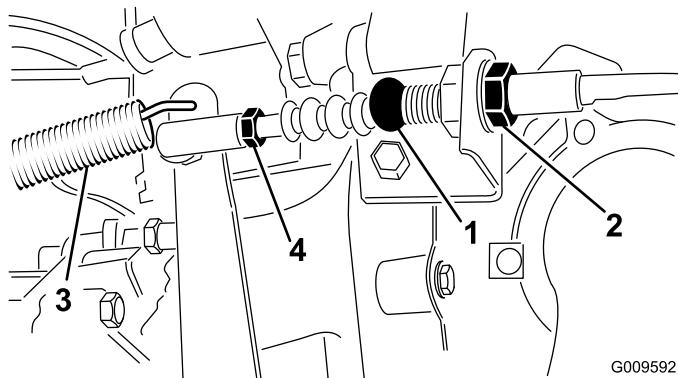

Figure 73
1. Desserrez les écrous de blocage qui fixent le câble d'embrayage au support sur le carter d'embrayage (Figure 73).